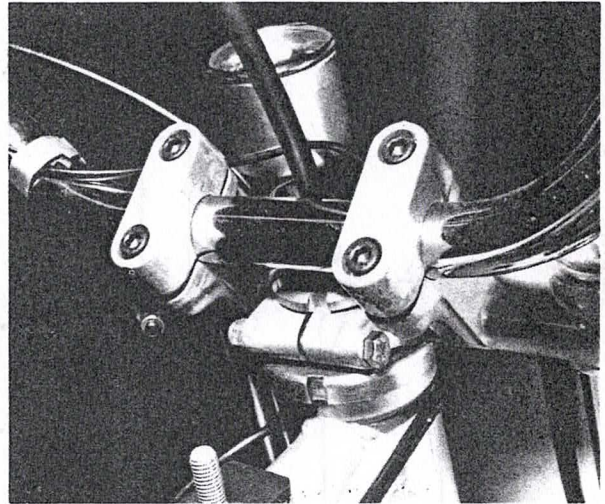

Bild 134
- Die Kabelzüge von den Handhebeln am Lenker lösen, oder die Handhebel samt den Kabelzügen abnehmen. Dasselbe gilt für die Schalter, die am besten mit angeschlossenen Kabeln vom Lenker abgenommen werden. Den Lenker ausbauen, der in zwei Klemmböcken mit je zwei Schrauben festgehalten wird (Bild 134).